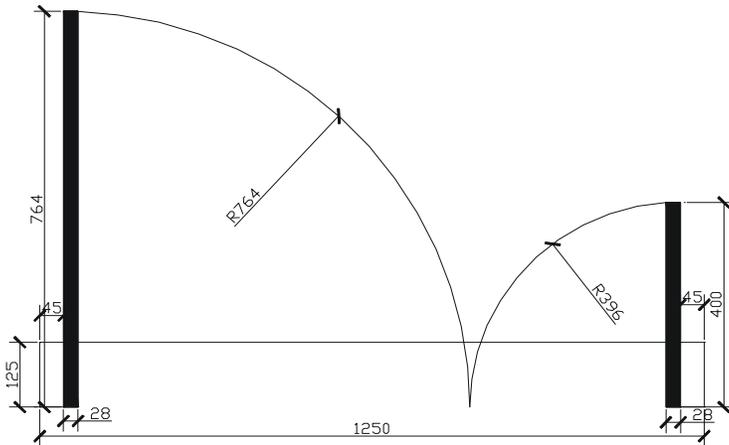

图 9-1-29
2. 绘制如图 9-1-29 所示的双扇门，其操作步骤如下：